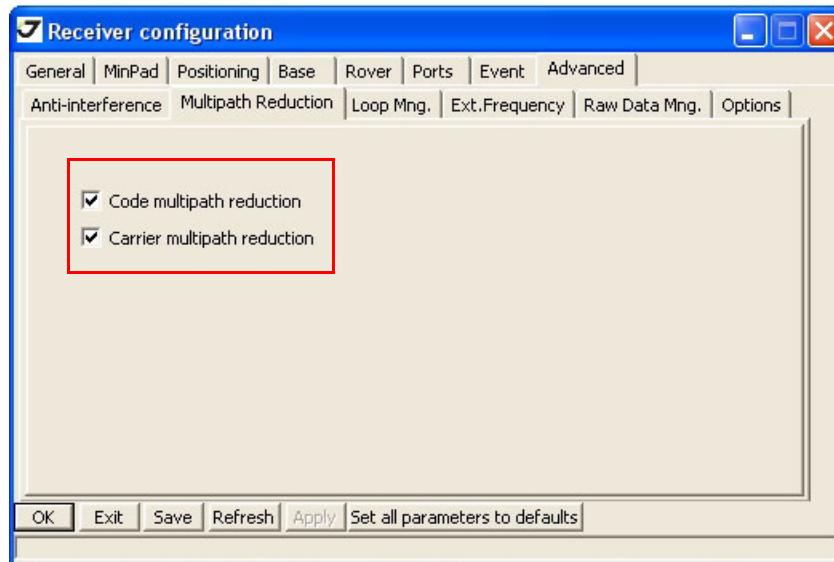

Рисунок 3-13. Настройка параметров подавления многолучевости
11. Перейдите в закладку *Advanced*, а затем в закладку *Multipath*. Настройте следующие параметры и нажмите *Apply* (Рисунок 3-13 на стр. 45).